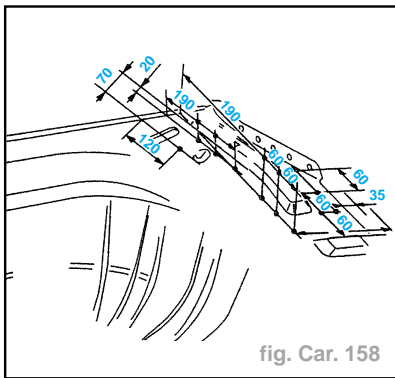

fig. Car. 158
- Tracer puis percer à un diamètre **6,5 mm** pour soudage ultérieur par points bouchons (fig. Car. 158).